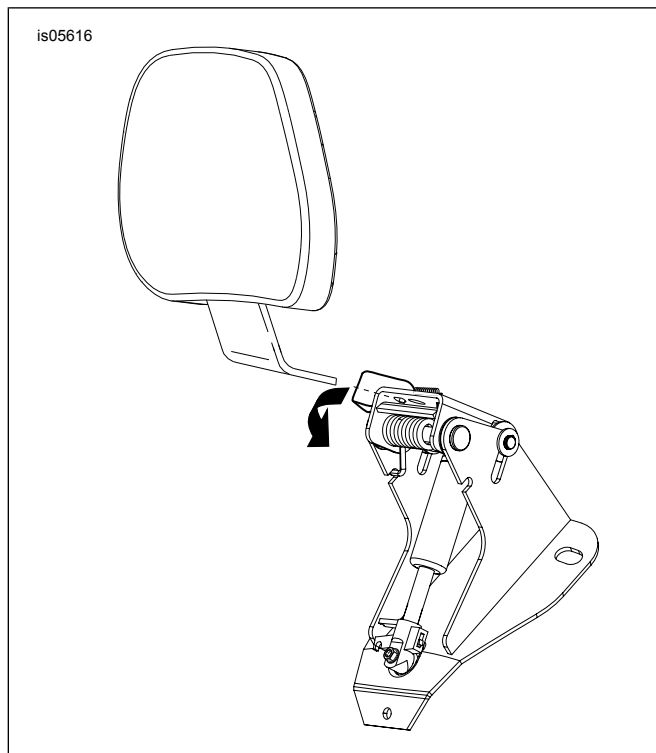

Figura 13. Instalación del respaldo
1. Ver Figura 13 . Presione la palanca de la pieza de soporte del respaldo como se muestra.